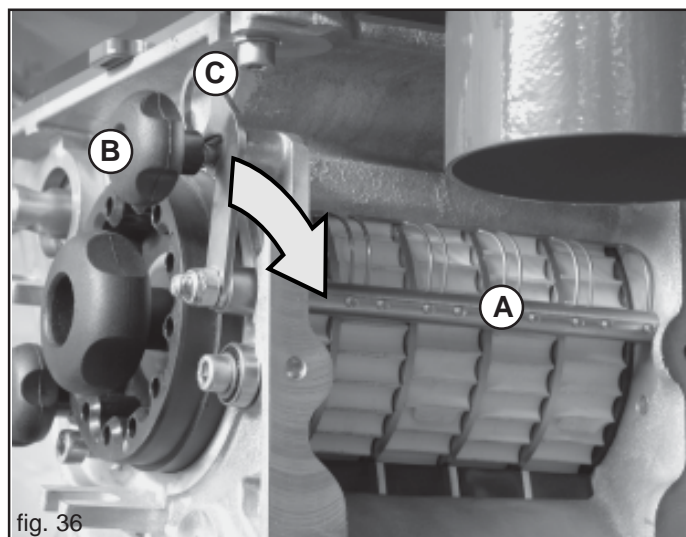

fig. 36
Les éléments élastiques nettoyants (A, Fig. 36) sont employés pendant la distribution de graines oleagineuses avec le roulement de encemencement jaune mod. F25- 125.
... Desserrer la pommette (B, Fig. 36), extraire les leviers (C) de son siège et les déplacer dans le sens de des flèches.
- 1) Desserrer et enlever la pommette (B, Fig. 36), et déplacer le levier (C) dans le sens de lancement des flèches.